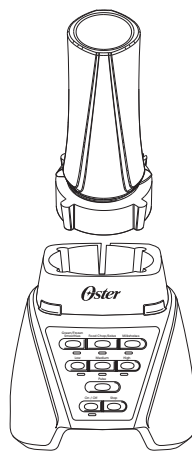

Figura 2
- Coloque el vaso ensamblado sobre la base de la Licuadora. (Ver Figura 2)